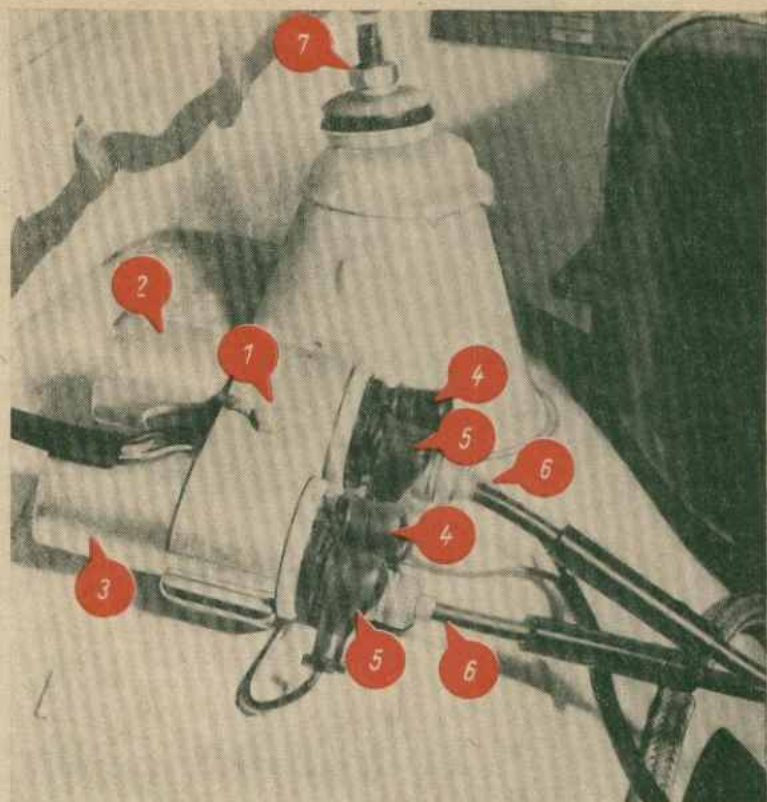

Abb. 29
6. Wird der Zündungsfehler mit diesen Maßnahmen nicht festgestellt, muß man ihn mit der Prüflampe systematisch einkreisen. Dazu klemmt man zunächst die Prüflampe an Masse – Zündspulenbefestigung (Abb. 29) – und an eine Klemme 15 der Spule (Kabelfarbe schwarz/blau/weiß). Wenn die Prüflampe bei eingeschalteter Zündung nicht leuchtet, ist der Kabelanschluß an der Klemme 15/54 des Zündschlosses zu prüfen. Hat die Klemme 15/54 Strom, so ist das Kabel defekt, fehlt hier der Strom, so liegt es am Zündschloß. – Hier kann man nur die Klemme 15/54 und 30 überbrücken, um weiterzukommen. – Bei Trabanten früherer Baujahre ist das zu den Zündspulen führende Kabel nicht am Zündschloß, sondern an der unteren Klemme der zweiten Sicherung von rechts angeschlossen. In diesem Falle muß auch hier geprüft werden, ob Strom vorhanden ist und ob das Kabel fest sitzt.